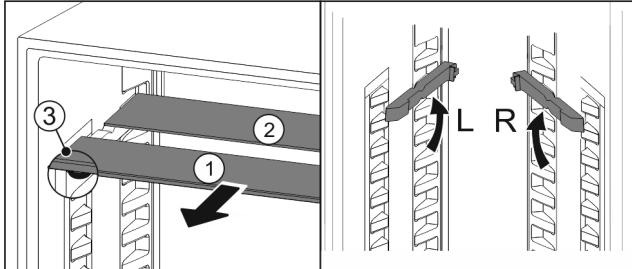

Fig. 27
- Vytiahnite sklené dosky jednotlivo dopredu Fig. 27 (1).
- ▷ Sklená doska Fig. 27 (1) s ozdobnou lištou leží vpred.
- ▷ Zarážky Fig. 27 (3) ukazujú nadol.